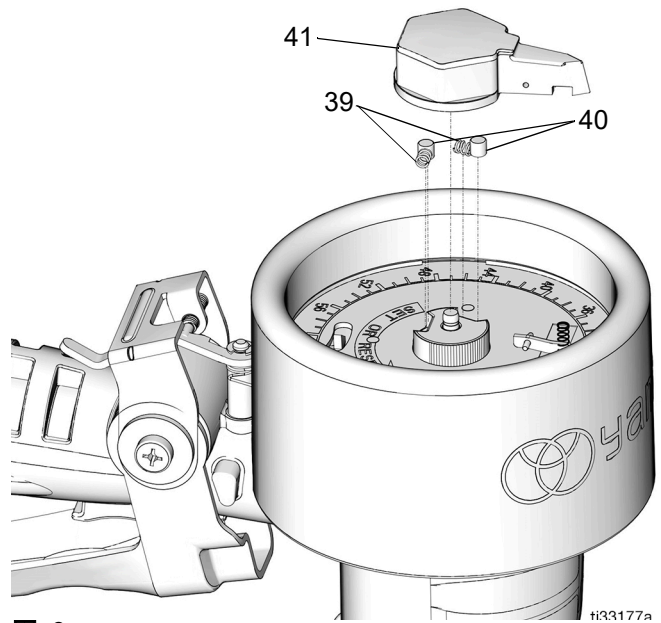

図 9
3. 指針 (41)、スプリング (39)、およびピン (40) を取り外します(図 9)。